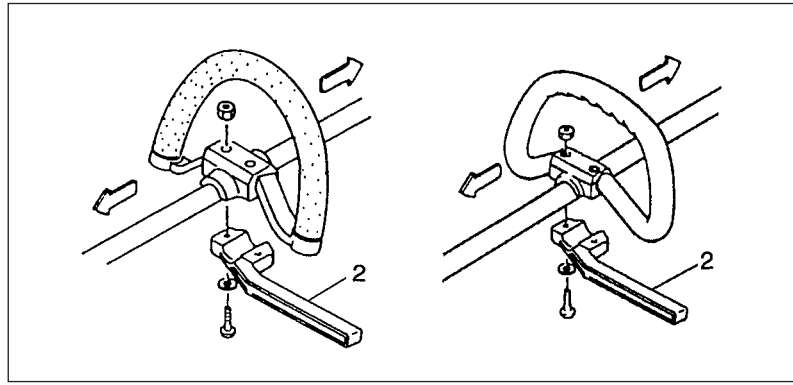

Fig. 1-2
În cazul în care utilizați lame de oțel/rigide la mașini de tuns iarba sau de tăiat arbuști cu arbori drepecți trebuie să utilizați întotdeauna piedica sub formă de bară (2), precum și ham pentru umeri și mânerul în formă de inel. (Fig.1-2)